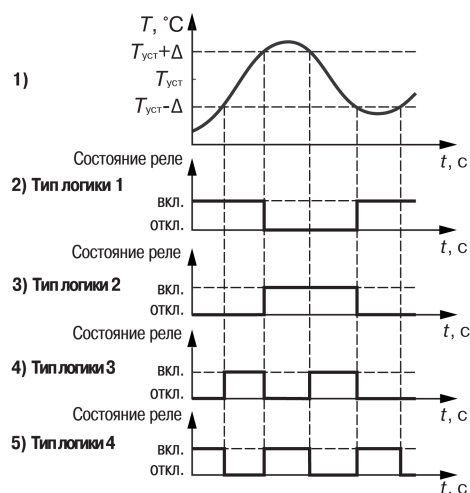

Рисунок 7.3 – Типы логики
- **Тип логики 1 «Прямой гистерезис»** (рисунок 7.3, график 2) используется для сигнализации о достижении контролируемым параметром значения ниже заданной границы. Выходное реле «Авария объекта» включается при температурах  $T < T_{уст} - \Delta$ , а выключается при  $T > T_{уст} + \Delta$ , где  $T$  – измеренное значение температуры;  $T_{уст}$  – заданное значение уставки;  $\Delta$  – заданное значение гистерезиса. Наличие гистерезиса между точками включения и выключения обеспечивает уверенное (без «дребезга») срабатывание релейных коммутационных устройств и сбережение их ресурса.
- **Тип логики 2 «Обратный гистерезис»** (рисунок 7.3, график 3) используется для сигнализации о превышении параметром заданной границы. Выходное реле включается при температурах ( $T > T_{уст} + \Delta$ ), а выключается при ( $T < T_{уст} - \Delta$ ).
- **Тип логики 3 «П-образная»** (рисунок 7.3, график 4) применяется для сигнализации о нахождении температуры в заданных границах. Выходное реле включается при температурах ( $T_{уст} - \Delta < T < T_{уст} + \Delta$ ).
- **Тип логики 4 «U-образная»** (рисунок 7.3, график 5) применяется для сигнализации о выходе температуры за заданные границы. Выходное реле включается при температурах ( $T < T_{уст} - \Delta$ ) или ( $T > T_{уст} + \Delta$ ).